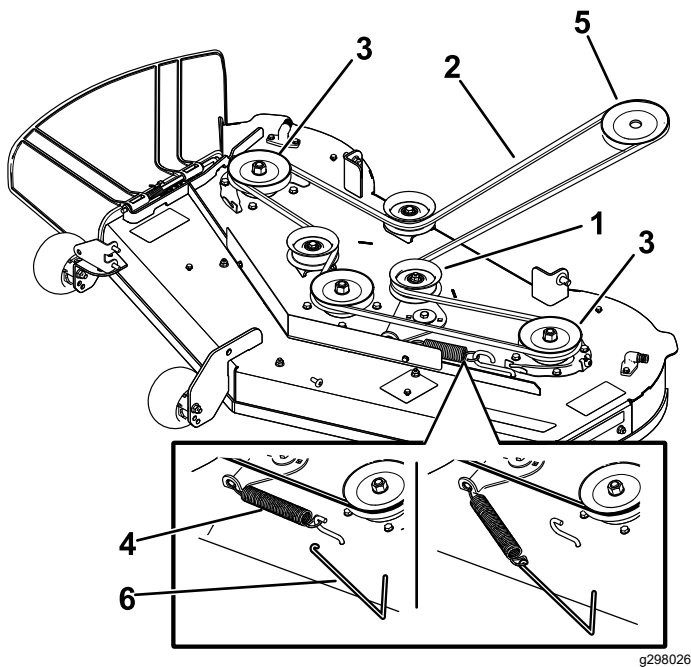

Figure 54
- À l'aide d'un outil de dépose de ressort (réf. Toro 92-5771), décrochez le ressort du crochet sur le plateau pour détendre la poulie de tension, et déchaussez la courroie des poulies (Figure 54).
- Acheminez la courroie neuve autour des poulies du moteur et du plateau de coupe (Figure 54).
- À l'aide d'un outil de dépose de ressort (réf. Toro 92-5771), accrochez le ressort à l'ergot sur le plateau pour tendre la poulie de tension et la courroie de plateau du coupe (Figure 54).